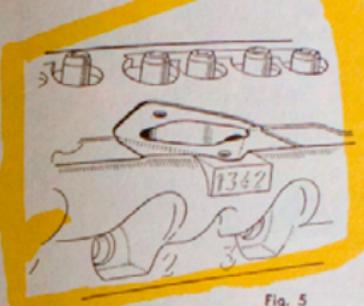

Fig. 5
- Fresatura della testa in corrispondenza del condotto di aspirazione per una superficie non inferiore alla sagoma esterna della flangia del collettore (fig. 5). E' necessario cioè assicurarsi che la suddetta flangia appoggi perfettamente in piano sulla testa.